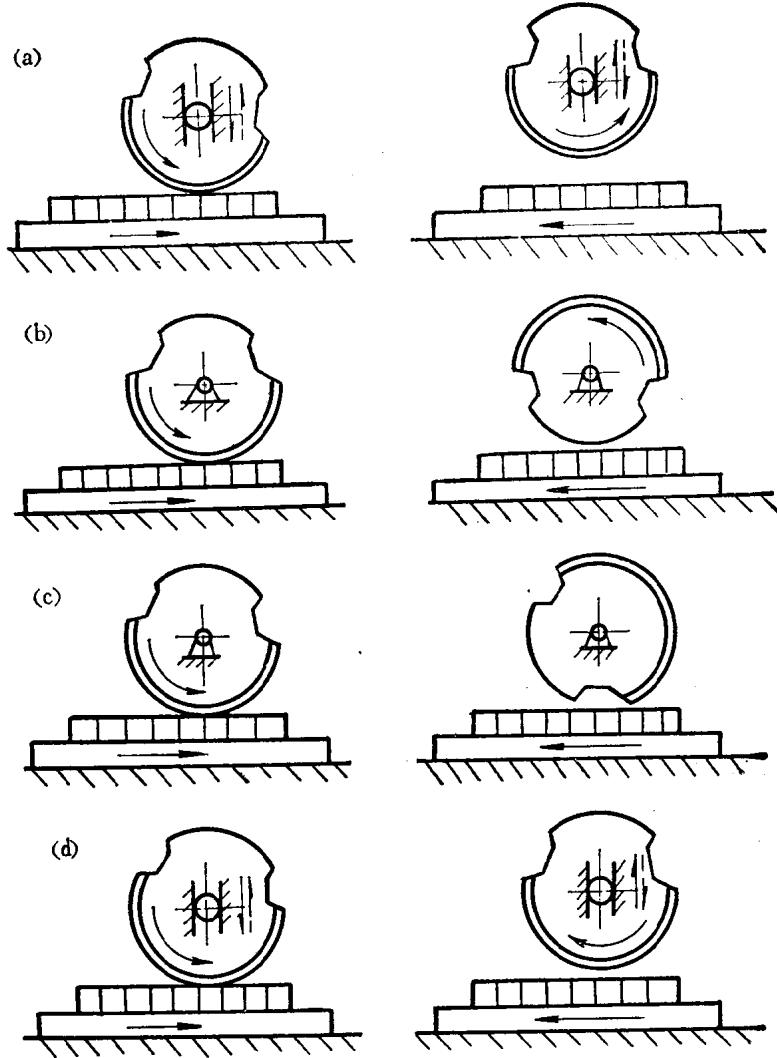

图1-9 圆压平型印刷机运动形式简图
① 二回转印刷机：其工作原理如图1-9(a)所示。
② 一回转印刷机：其工作原理如图1-9(b)所示。
③ 转停式印刷机：其工作原理如图1-9(c)所示。
④ 反复转动式印刷机：如图1-9 (d) 所示。